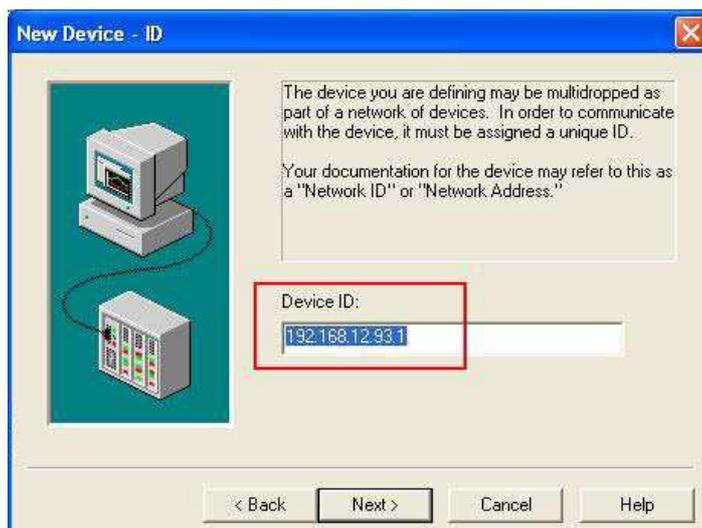

Рис.8
2.6 Определите IP-адрес устройства (NA-4010) и его ID. По умолчанию: IP 192.168.127.254 и ID 0. В новом окне нужно ввести ID устройства: запись должна выглядеть следующим образом: **192.168.127.254.0** (Рис.8). После ввода ID нажмите **Next**.